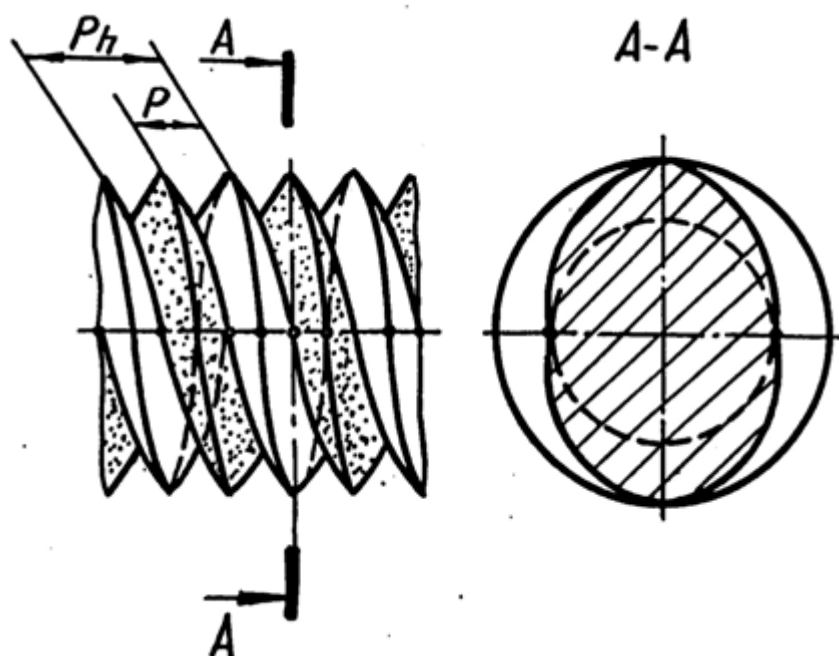

Рис. 1
Шаг резьбы (P) – расстояние между соседними одноименными боковыми сторонами профиля в направлении, параллельном оси резьбы (рис. 1).